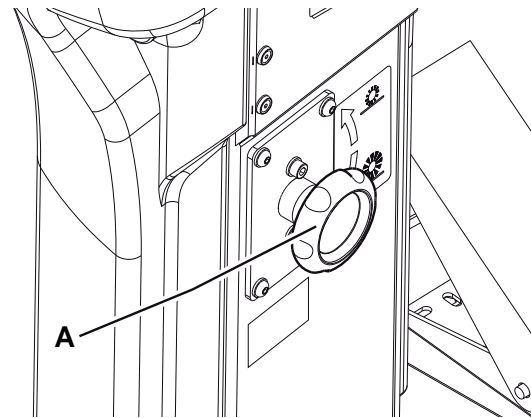

Abbildung 4
2. Regler (A, Abb. 4) betätigen:
- Zur Verringerung der Besenspurbreite Hauptkehrwalze mit dem Hebel (80) anheben und Drehregler im Uhrzeigersinn drehen.